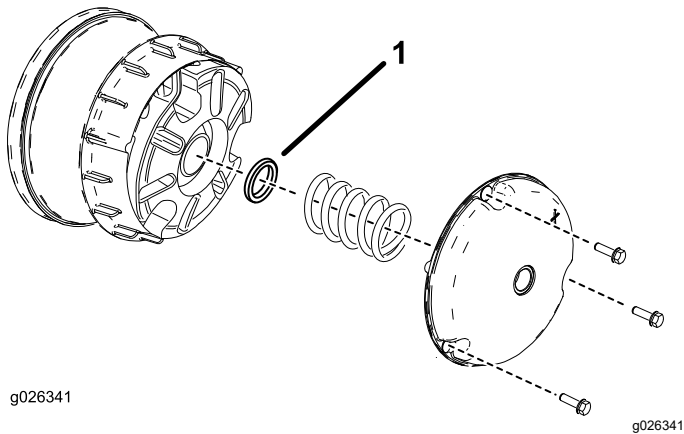

Figura 51
- Retire los pernos que sujetan la tapa del embrague primario, según se muestra en Figura 51.